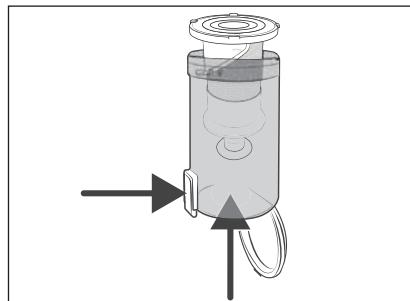

Fig. 23
- Retirez le filtre en acier inoxydable 6 du bac à poussière 7, en appuyant sur la touche de déverrouillage du couvercle du bac à poussière 8. Glissez alors le filtre en acier inoxydable 6 hors du bac à poussière 7, par le bas (voir fig. 23).